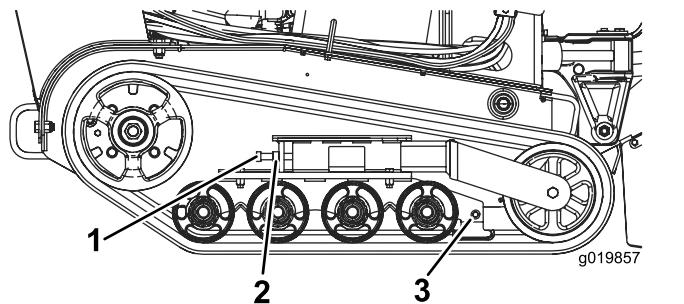

Bild 48
3. Lösen Sie die Klemmmutter an der Spannschraube der Kette und die Klemmschrauben am Spannarm (Bild 48).
4. Ziehen Sie die Spannschraube bis auf 32,5-40 Nm an, um die Kette zu spannen (Bild 48).
4. Lösen Sie die Spannschraube und Klemmmutter (Bild 48).